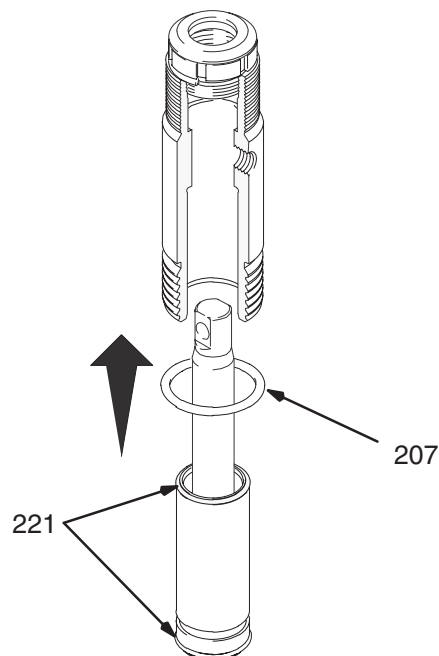

Fig. 17
Fig. 17. Lubrifique os anéis em O (221) e insira-os na manga. Faça deslizar a unidade da manga/biela pela parte inferior do cilindro. Se assim entender, substitua o anel em O (207).
Fig. 17. Faça deslizar o êmbolo pela parte inferior da manga. Certifique-se de que o empanque-v e a arruela côncava não estão virados nem danificados. Mark IV: instale o anel em O (231) no espaçador da manga (230). Instale o espaçador na manga.